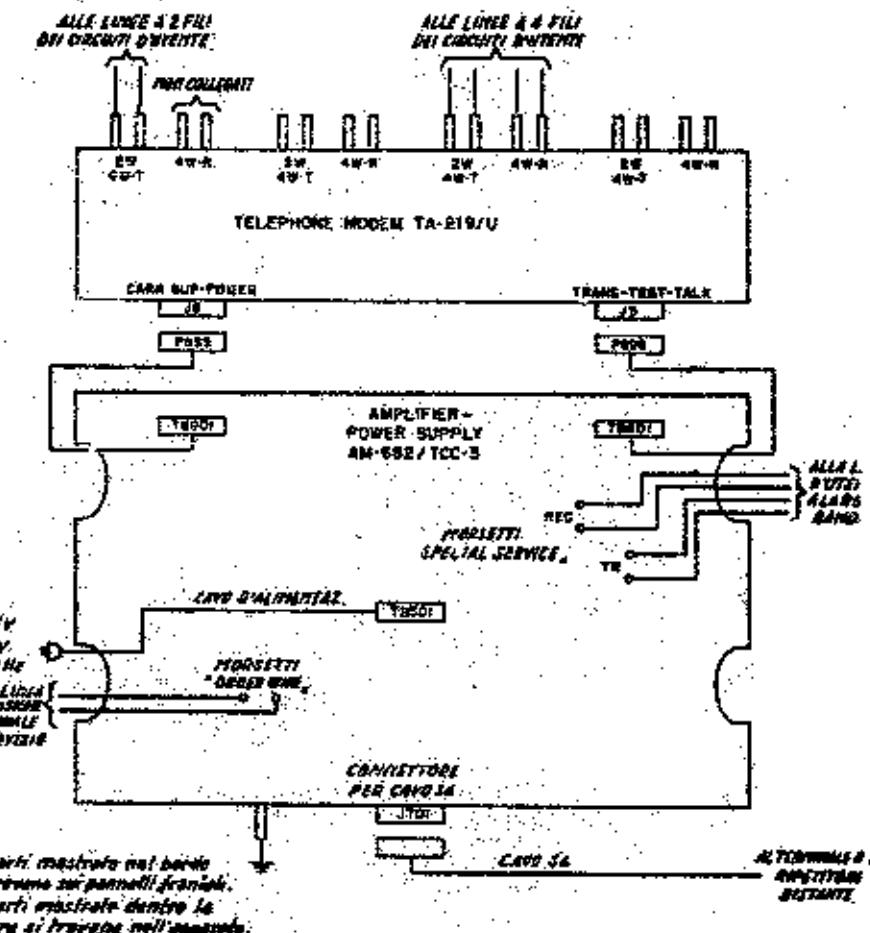

Fig.7. Collegamenti dei cavi.
2 - Collegamenti dei cavi. (fig. 7)
- eseguire i collegamenti dei cavi attenendosi alla fig. 7. Il cavo S-4 va collegato durante le operazioni preliminari (par. 3 seguente);